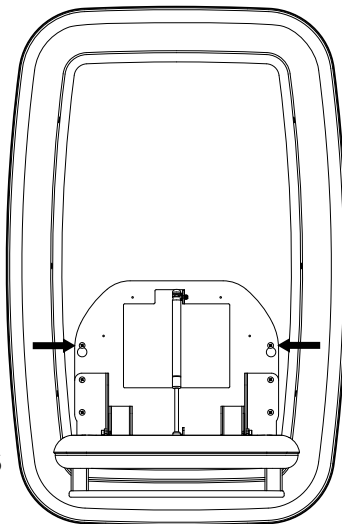

Abb. 6
- Heben Sie die Vorrichtung auf den Montagerahmen an und positionieren Sie die Schlüsselochschritze über den Befestigungsschrauben. **Abb. 6** Dies kann mit Hilfe einer zweiten Person einfacher sein.